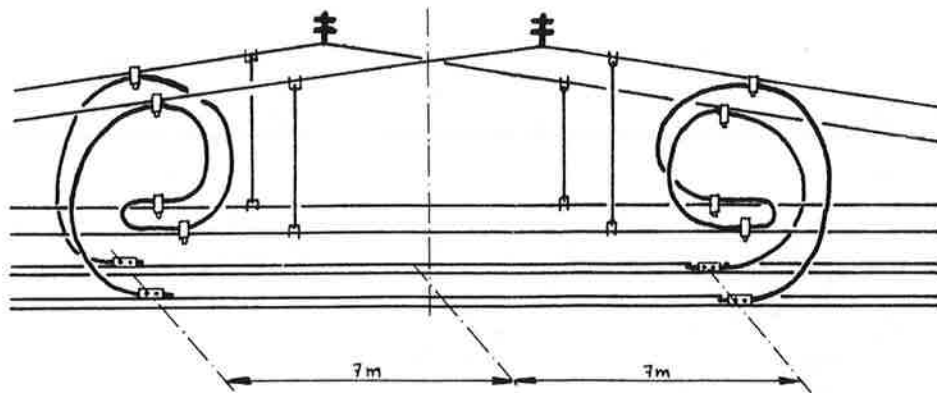

fig. 38
- Pour la mise en parallèle de deux caténaires lorsqu'elles se croisent ou se juxtaposent. On parle alors de connexions de mise en parallèle. Il existe de nombreux cas de figure, des plus simples, entre deux caténaires "tramway" aux montages les plus "beaux", entre deux caténaires compound (fig.38).
Au centre de l'ensemble (portique d'axe), les deux caténaires sont au même niveau. De part et d'autre du portique d'axe, une des caténaires se relève et s'écarte de l'autre (ou la traverse) pour aller s'ancrer à un support. Des connexions de mise en parallèle sont établies entre les deux caténaires juxtaposées (fig.38).